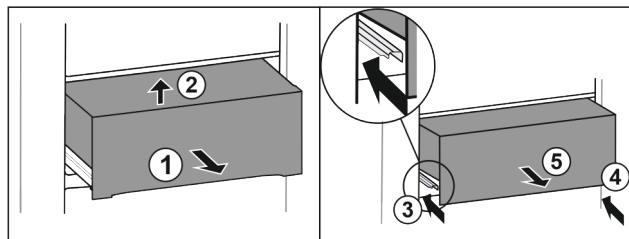

Fig. 42
- ▶ Schubfach halb herausziehen. Fig. 42 (1)
- ▶ Schubfach vorne anheben. Fig. 42 (2)
- ▶ Linke Schiene einschieben. Fig. 42 (3)
- ▶ Rechte Schiene einschieben. Fig. 42 (4)
- ▶ Schubfach nach vorne entnehmen. Fig. 42 (5)